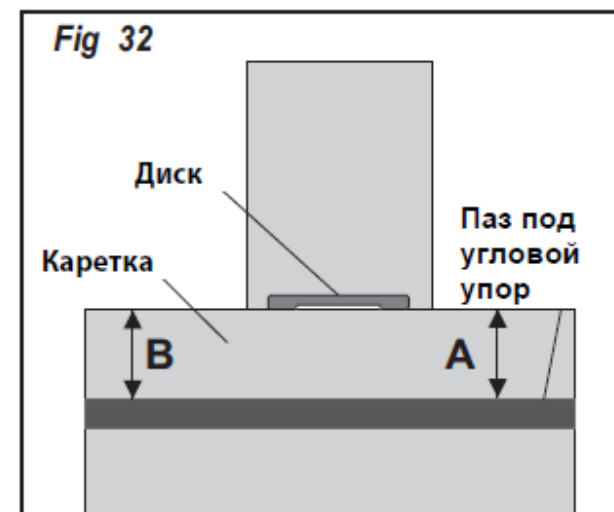

Рис. 24
4. Сдвинуть полностью каретку на одну сторону и точной линейкой измерить зазор между кромкой каретки и отметкой на диске, как показано на **Рис. 24**.